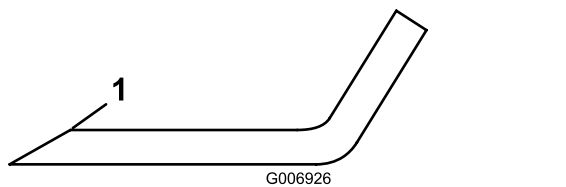

Figure 78
5. Examinez les tranchants de toutes les lames. aiguissez-les s'ils sont émoussés ou ébréchés. N'aiguissez que le haut du tranchant et conservez l'angle de coupe d'origine pour obtenir une coupe nette (Figure 78).
6. Si elles sont émoussées ou ébréchées, n'affûtez que le haut du tranchant et conservez l'angle de coupe d'origine (Figure 78).